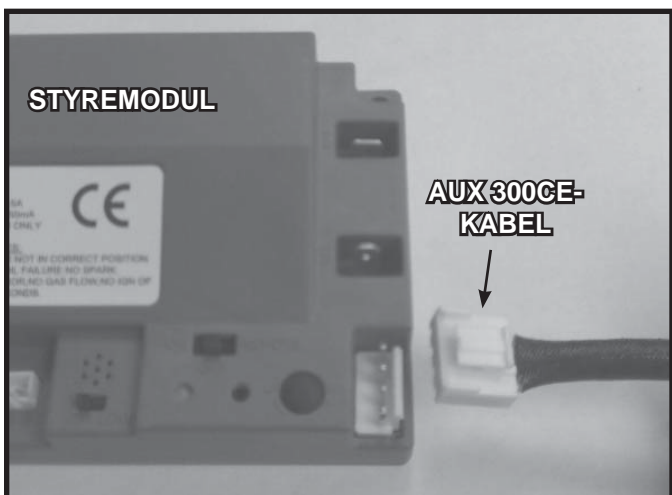

Fig. 12.9 AUX 300 modulinstallasjon
- Sett inn de 4 hole viklingsselelene fra AUX300CE-modulen i de 4 kontaktpluggene på styremodulen. Se fig. 12.9.